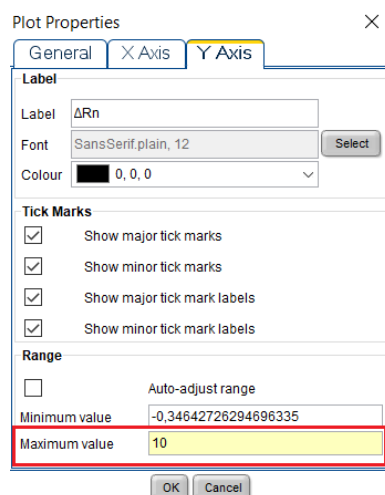

Рисунок 74
- В графе «Maximum value» установить значение **10** и нажать **ОК** (рисунок 74). Амплификационные кривые станут видны на графике.